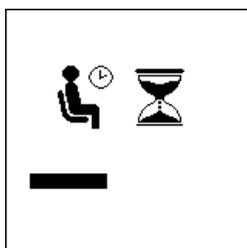

Fig.61
4. Una volta premuto il tasto di conferma , il test partirà e lo schermo cambierà come da Fig.61 di seguito: